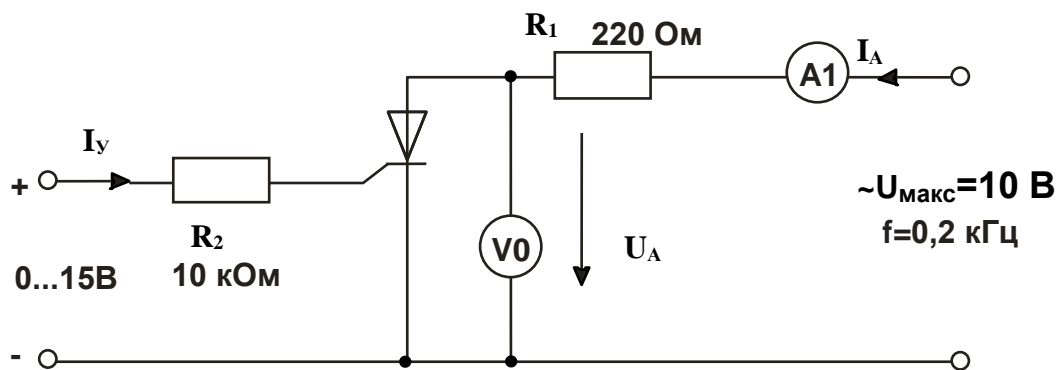

Рис. 6.2.4
- Соберите цепь (рис. 6.2.4) для снятия вольтамперной характеристики $I_A(U_{AK})$ тиристора с помощью осциллографа (виртуального или электронного). Установите максимальную амплитуду синусоидального напряжения и максимальное значение постоянного напряжения 15 В.